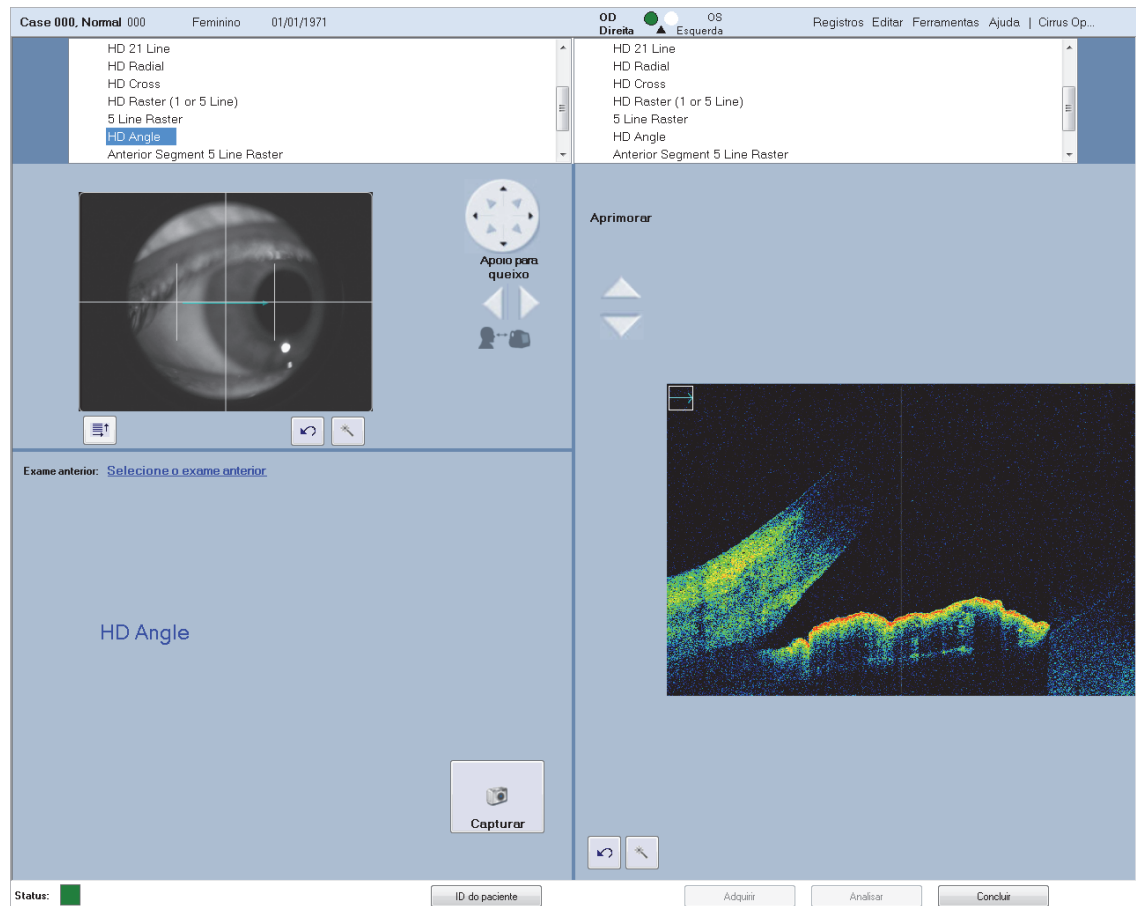

Figura 4-6: Tela de aquisição, Ângulo HD
- Alinhe a varredura no local desejado no limbo e, em seguida, alinhe a varredura B de forma que o ângulo da câmara anterior desça para o quadrante inferior esquerdo e inferior direito, respectivamente. Figura 4-6 mostra uma barredura bem alinhada e imagem dinâmica de OCT de uma varredura de Ângulo HD.